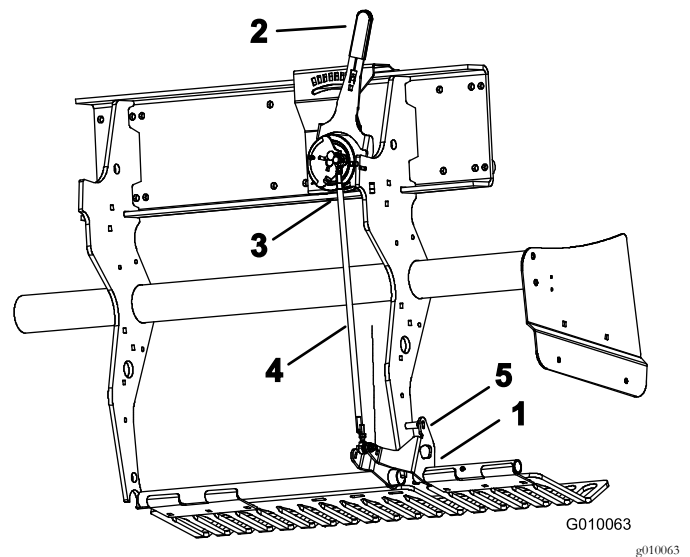

Bild 58
2. Drehen Sie die Befestigungshalterung der linken Rasenschutzvorrichtung (Bild 58) nach oben, bis ein Arretierbolzen (5/16-Drehstange oder -Schraube) zwischen die Halterung und dem am Rahmen angeschweißten Tiefeneinstellungsrohr eingesetzt werden kann.
3. Schieben Sie den Tine-Tiefenhebel (Bild 58) auf die H-Stellung (tiefste Einstellung).
4. Schließen Sie den Außenkugelschalter (Bild 58) vom Kabelbaum ab (Schalter für das Absenken des Kopfes).
5. Lösen Sie die Klemmmuttern (linke und rechte Seite) an der Spurstange für die Tiefeneinstellung (Bild 58).